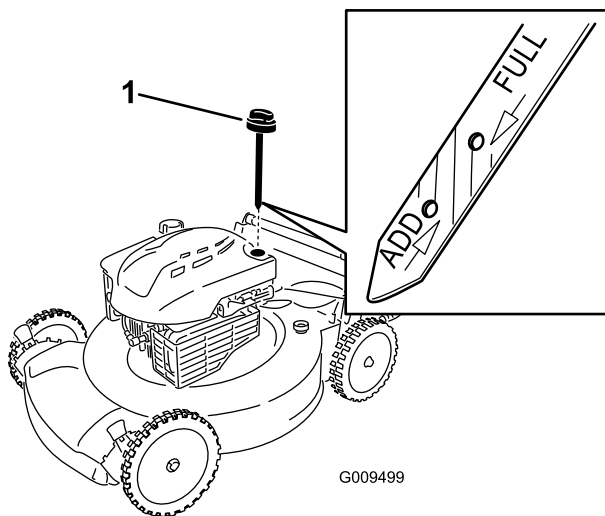

Рисунок 5
1. Извлеките масломерный щуп (Рисунок 5).
2. **Медленно** заливайте масло в маслозаливной патрубок до тех пор, пока уровень масла не достигнет отметки **Full (ЗАПОЛНЕНО)** на масломерном щупе (Рисунок 5). Проверка уровня масла с помощью щупа производится через 3 минуты после долива. **Не допускайте переполнения картера.** (Макс. объем масла: 0,59 л (20 унций.), тип: автомобильное моющее масло (SAE 30), имеющее классификацию API: SF, SG, SH, SJ, SL или выше.)